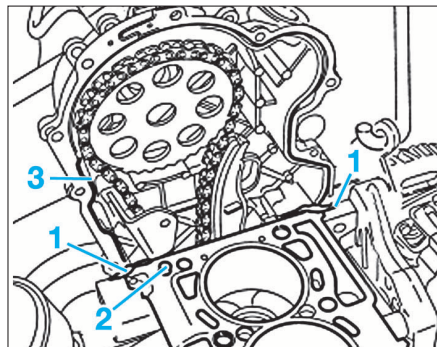

FIG. 23
- Appliquer du mastic sur la culasse sur les zones (1) au niveau du carter de distribution (Fig.23).
- Contrôler la présence des douilles de centrage (2) et mettre en place le joint de culasse.
- Appliquer du mastic au silicone également sur le joint de culasse sur les zones (1) et sur la zone (3) du carter de distribution.